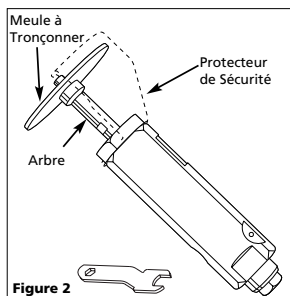

Figure 2
3. Centrer la meule de rechange sur l'arbre (Voir Figure 2). S'assurer que